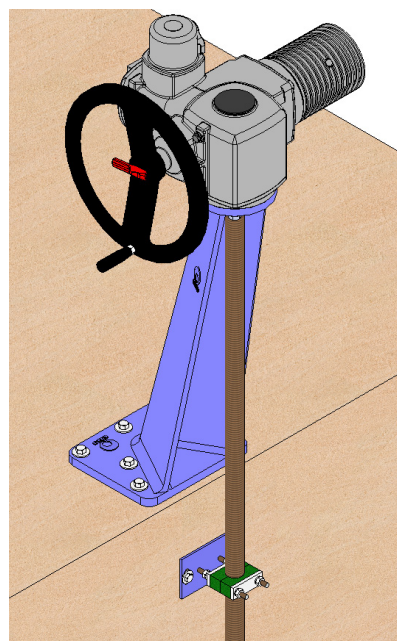

fig. 13
- Possibilità di colonna inclinata (fig. 13).